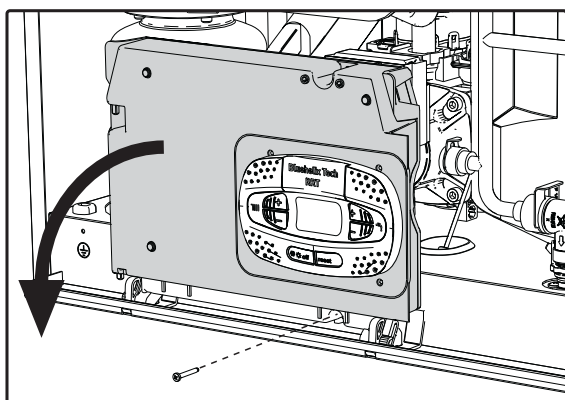
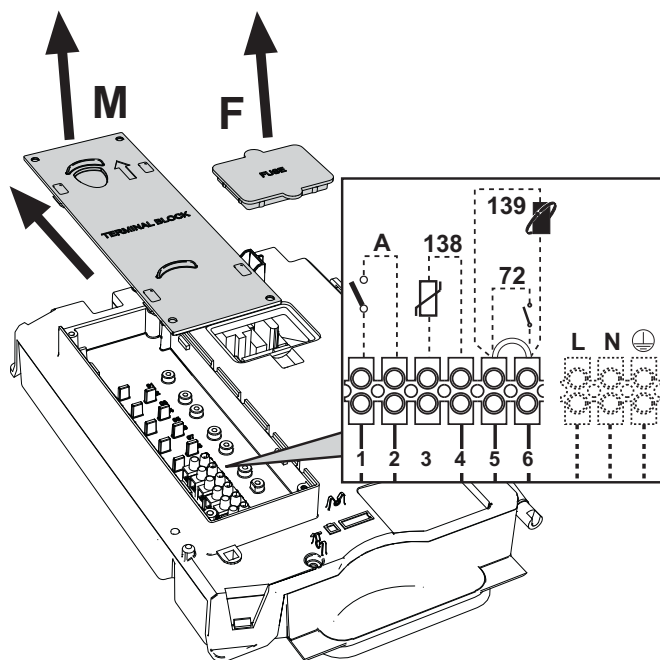

fig. 19
fig. 20
Tras quitar el panel frontal (*** 'Apertura de la cubierta frontal y del panel de la cámara estanca' on page 75 ***), es posible acceder a la regleta de conexión (M) y al fusible (F) según las indicaciones siguientes (fig. 19 e fig. 20). **Los bornes indicados en la fig. 20 deben tener contactos secos (no 230V).** La posición de los bornes para las diferentes conexiones también se ilustra en el esquema eléctrico de la fig. 42.
Configuración del interruptor ON/OFF (A, fig. 20)